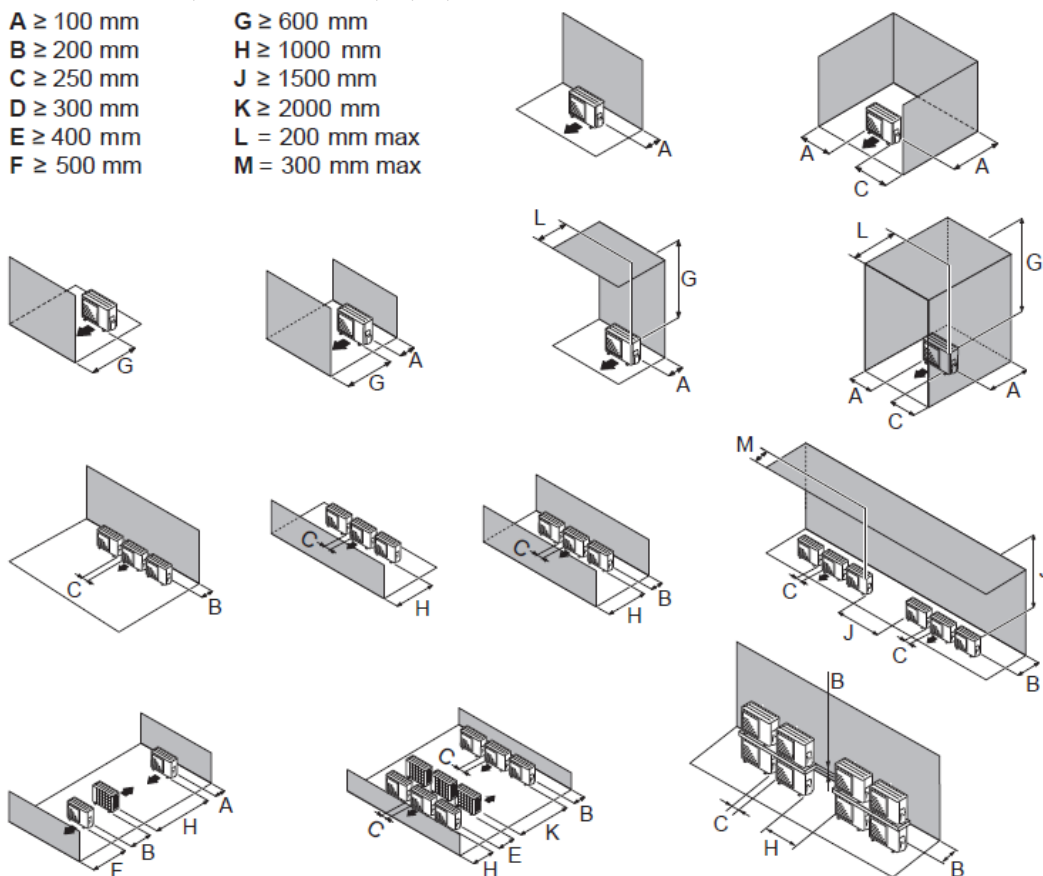
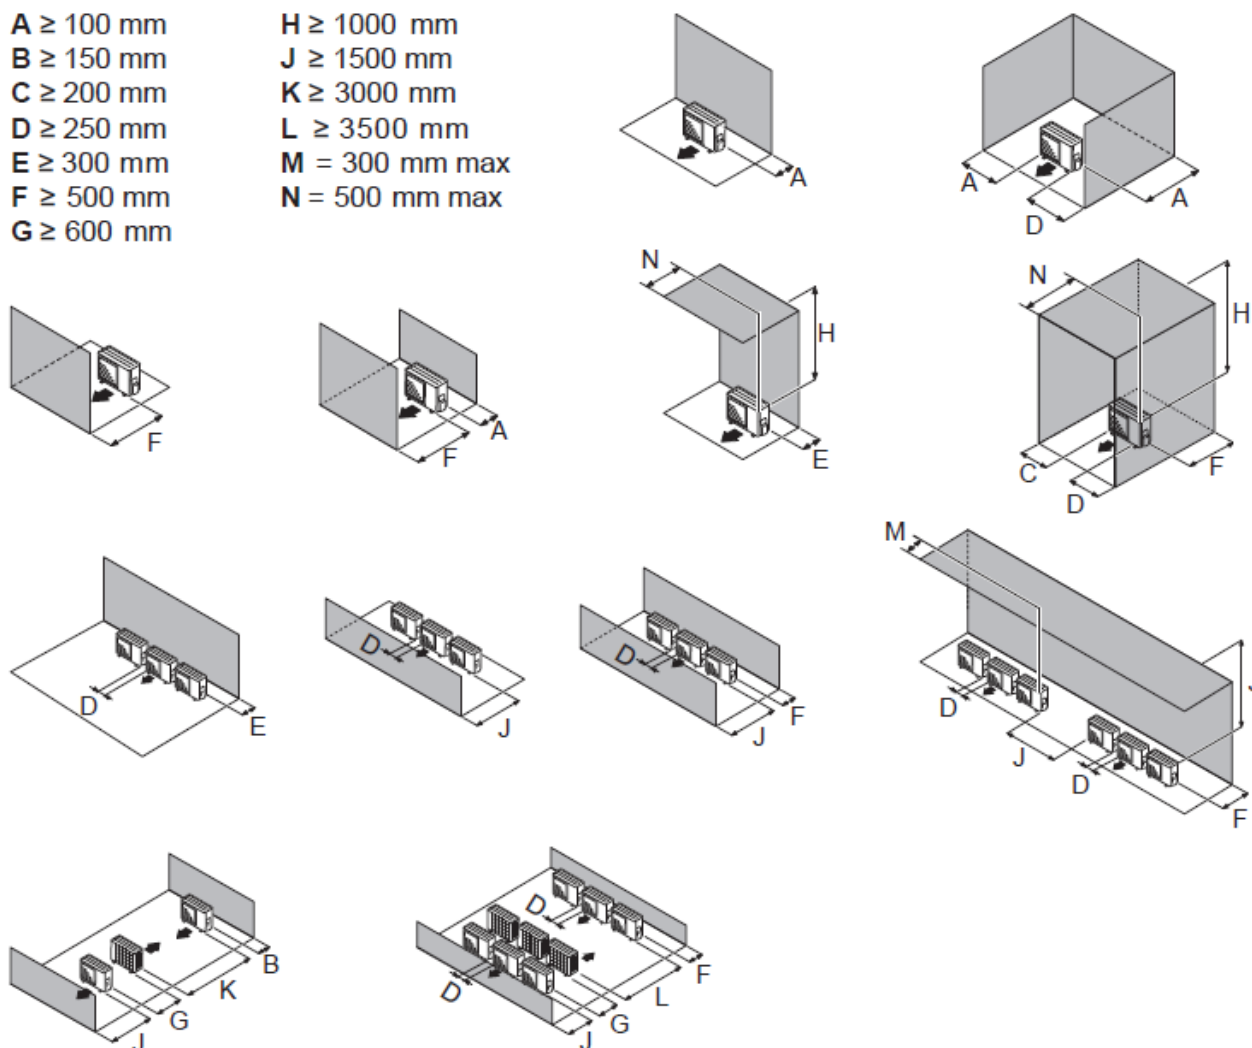

fig. 16 - Distante minime de instalare in jurul unitatii exterioare (modelele 3, 5, 6 si 8)
fig. 17 - Distanțe minime de instalare în jurul unității exterioare (modelul 10)
- Unitatea trebuie sa fie usor accesibila pentru viitoarele lucrari de instalare si intretinere (fig. 16 si fig. 17).
- Trebuie sa aveti grija sa va asigurati ca nu exista niciun obstacol in calea aerului care circula prin unitatea exterioara (fig. 16 si fig. 17).